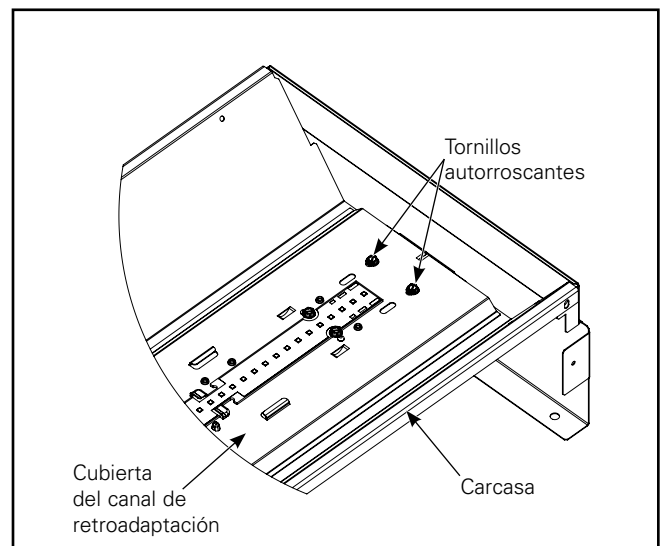

**Figura 20.**
1. En 6 pies y 8 pies, monte el soporte tándem en la cubierta del canal primario (instalado de fábrica) con dos tornillos autorroscantes, como se muestra en la (Figura 20). Instale el cable de sujeción en la cubierta de la carcasa y del canal, vea el paso 5 en la página 3.